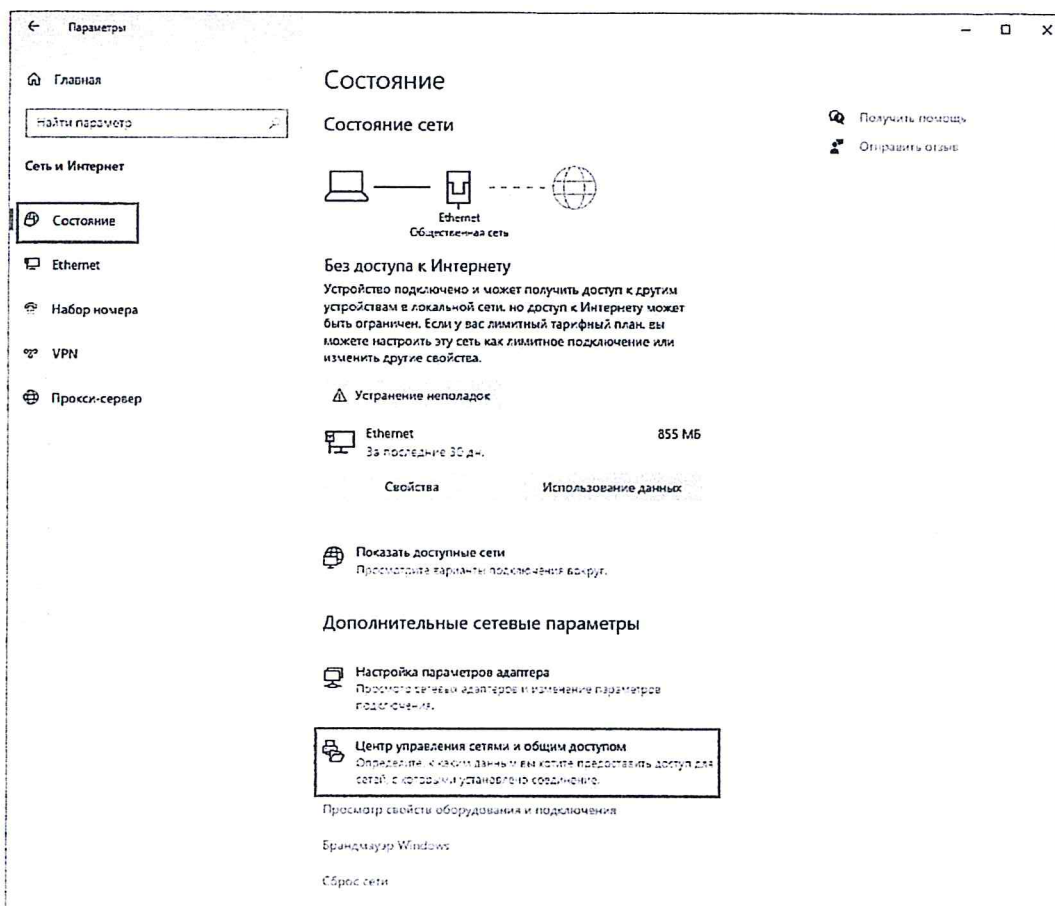

Рисунок 3 – Окно «Параметры»
– в открывшемся окне «Параметры» (рисунок 3) выбрать меню «Состояние». В меню «Состояние» в нижней части окна выбрать пункт «Центр управления сетями и общим доступом»;